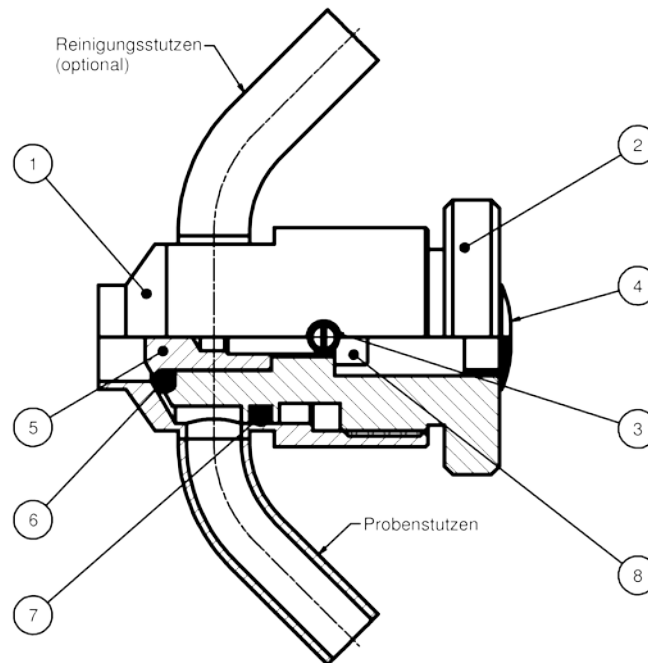

Abb. 1 Schnitt Probenehmer mit O-Ring (Abmessungen siehe Kapitel 10.1)
- Der Probenehmer muss so eingebaut werden, dass die Flüssigkeiten am Probenstutzen (siehe Abb. 1) restlos auslaufen können.